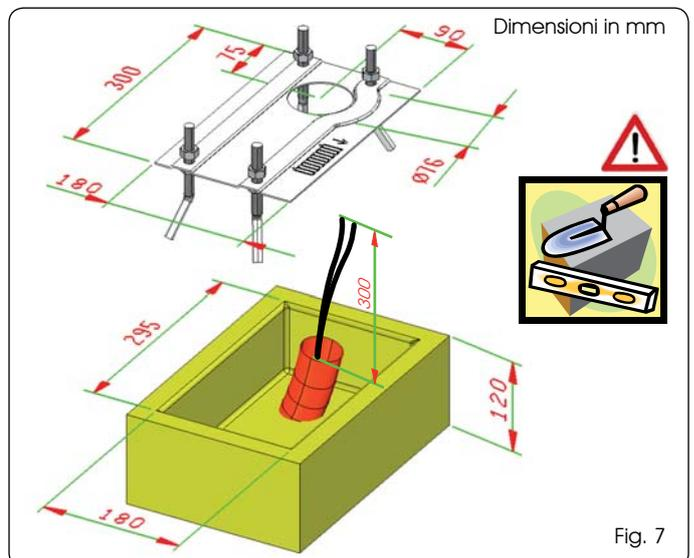

Fig. 7
3. Eseguire un plinto di fondazione come da Fig. 7 e murare la piastra di fondazione prevedendo una o più guaine per il passaggio dei cavi elettrici all'interno del foro nella piastra di fondazione.